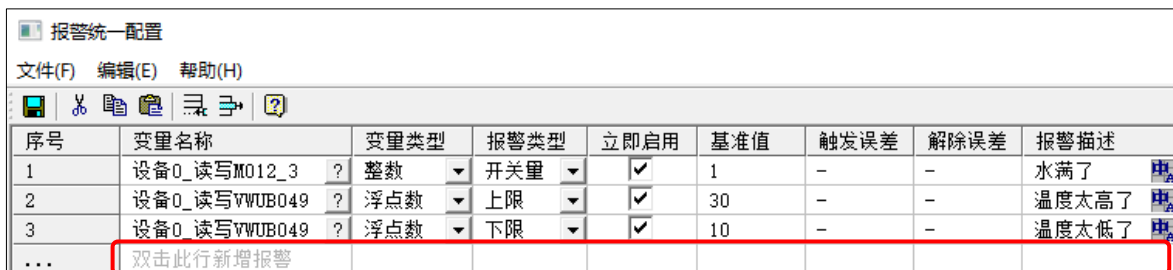

图 4.5-5 双击新增报警行
- ③ 通过图 4.5-5 中的“双击此行新增报警”，实现新增报警行。